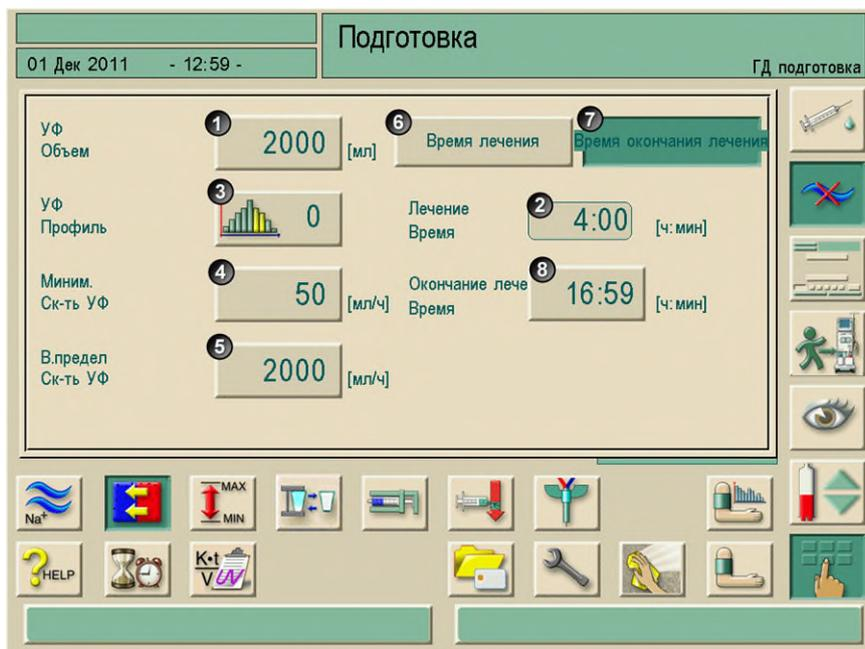

Рис. 4-14 Экран «Параметры ультрафильтрации»
- Коснитесь кнопок 6 и 2 на рис. 4-14.
- Коснитесь кнопок 7 и 8 на рис. 4-14.